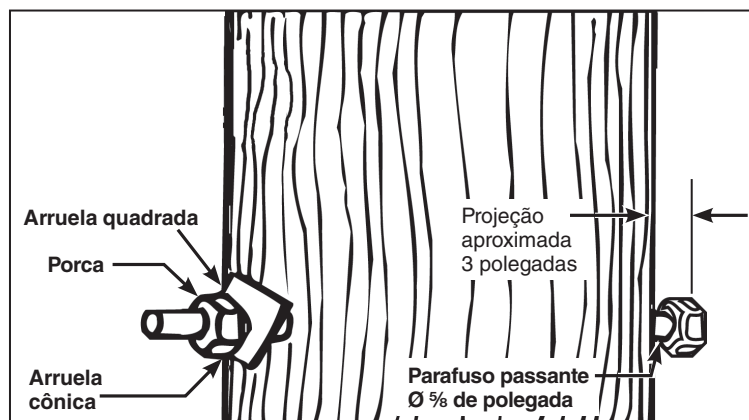

Figura 3. Instalação dos parafusos passantes.
PASSO 2. Insira um parafuso passante de diâmetro $\frac{5}{8}$ de polegada (não fornecido) em cada furo. Ver Figura 3.